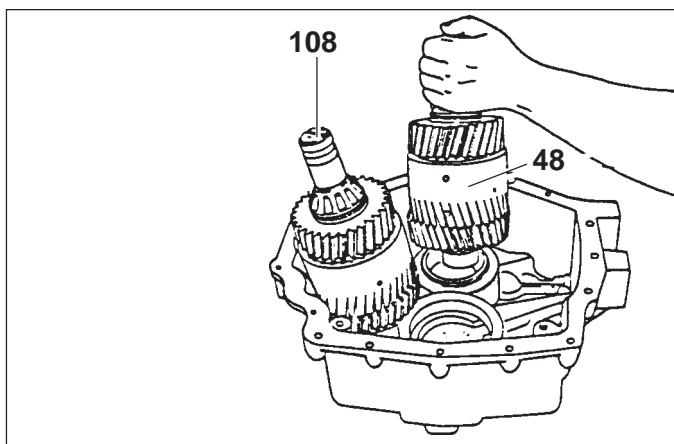

Fig. 33
- 4) Montare gli alberi di marcia avanti (48) e retromarcia (108) (Fig. 33).
- 4) Fit the forward shaft (48) and reverse shaft (108) (Fig. 33).